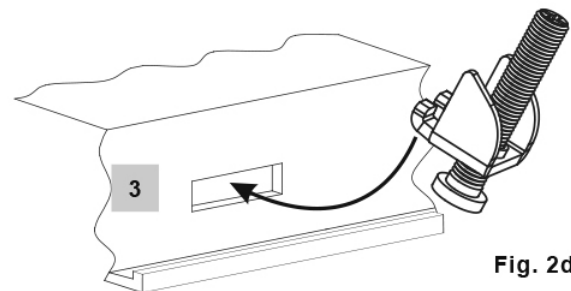

Fig. 2d
- Insérer et serrer les vis Fig. 2d jusqu'à ce que les bords du cadre affleurent le panneau de l'armoire de commande.